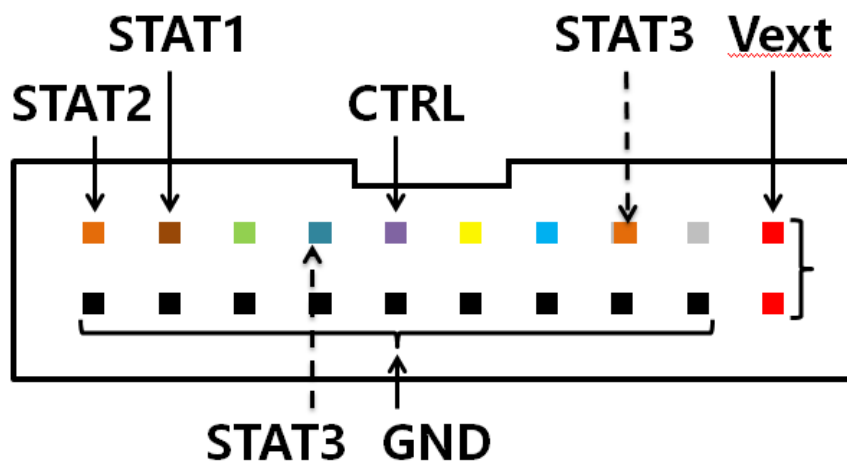

图 7-2 GPIO 机台信号引脚
- 二、用户在将所有需要配置的基础/高级功能项配置完毕后，点击“生成远程文件”，选择“设备 SN 加密”，然后填入工厂提供的序列号，如图 7-2 所示，点击“确定”后，用户指定好路径，配置软件将生成一个包含了用户配置与固件的加密文件（.ATK 格式）；